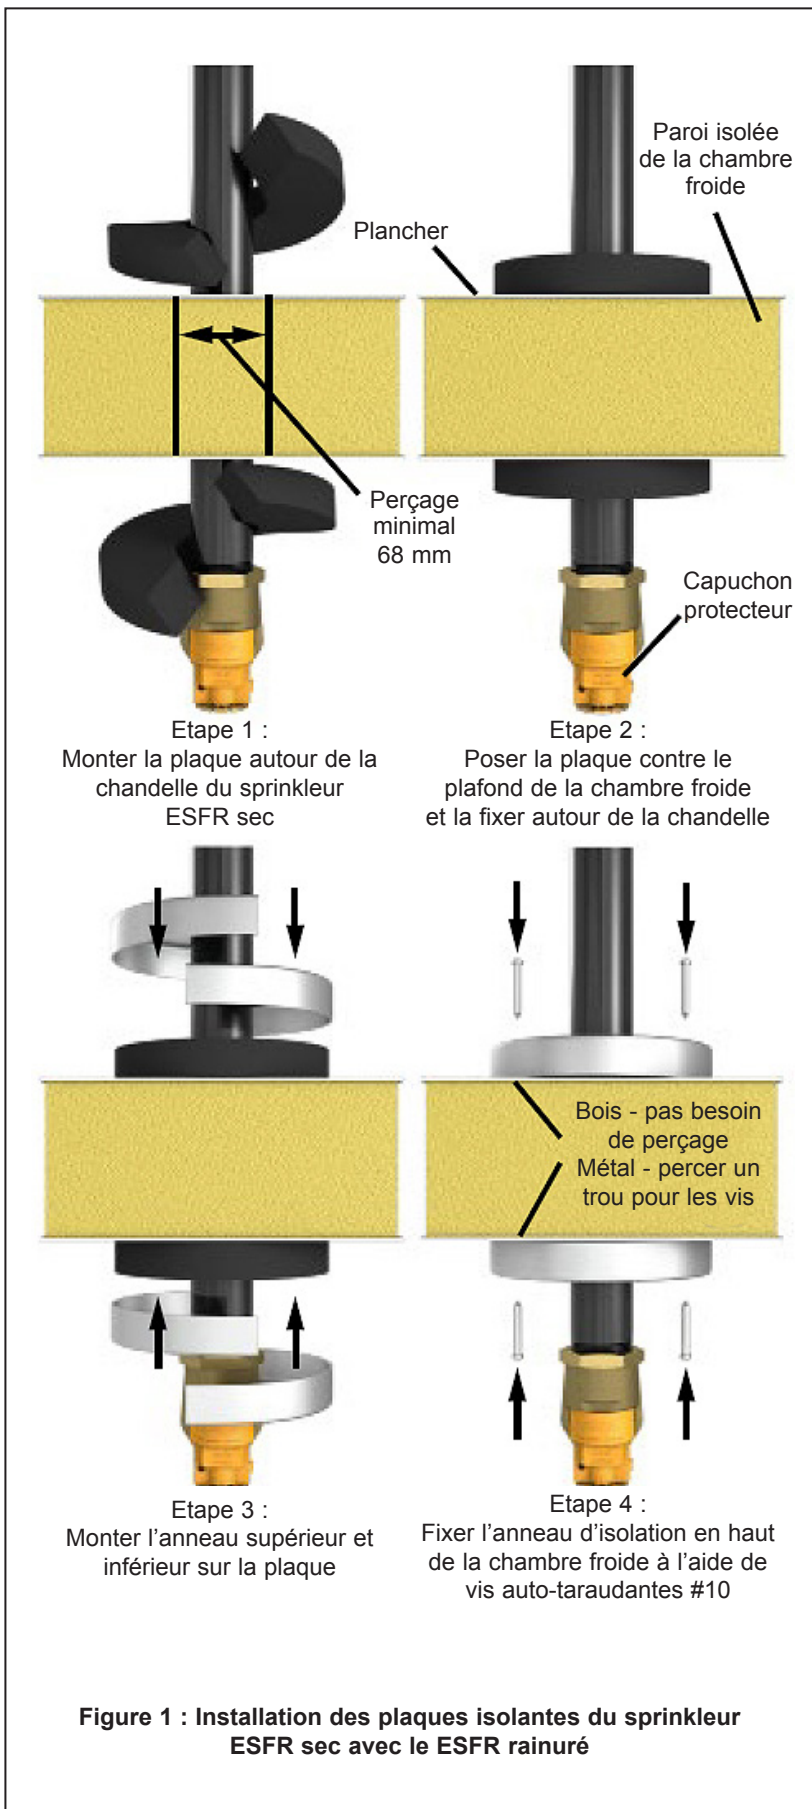

Figure 1 : Installation des plaques isolantes du sprinkleur ESFR sec avec le ESFR rainuré
- E. Voir figures 1 et 3. Installer les plaques isolantes autour de la chandelle du sprinkleur sec de sorte qu'elles reposent contre le plafond de la chambre froide.